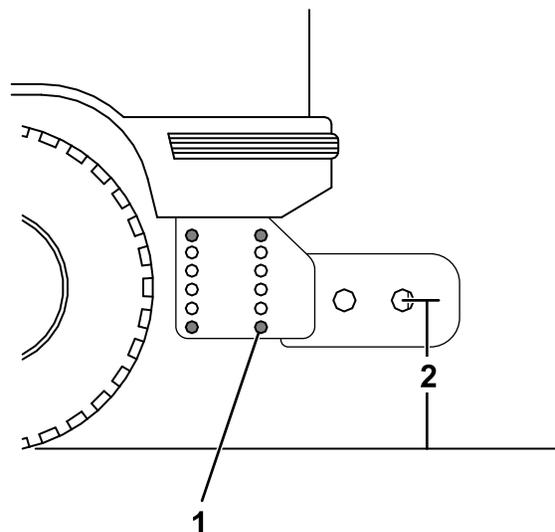

Bild 21
1. Messen Sie den Abstand zwischen dem Boden und den Bohrungen des Kupplungsfederstifts am Schubrahmen des Fahrwerks (**Bild 21**). Der Abstand sollte 48,2 cm betragen.
2. Befindet sich der Schubrahmen nicht in der Höhe von 48,2 cm, entfernen Sie die Befestigungen, die den Schubrahmen mit dem Fahrwerk verbinden (Bild 21).